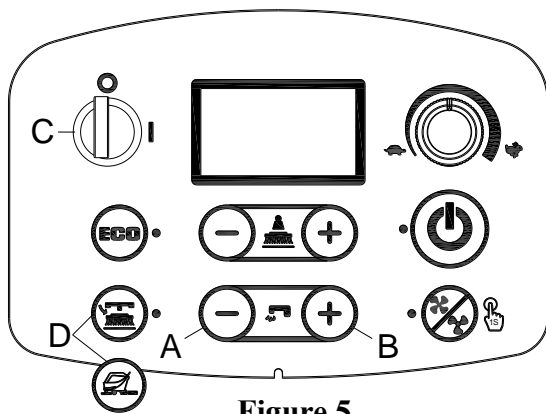
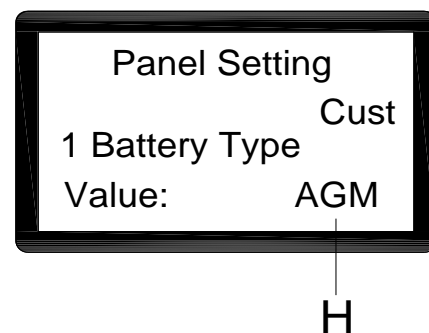

Figure 5
Figure 6
1. Presser le bouton de débit d'eau « + » (A, Figure 5) et « - » (B, Figure 5) en même temps.
2. Mettre la clé de contact (C, Figure 5) et la tourner sur « I ».
3. Après plusieurs secondes, entrer dans l'écran de sélection du mode de batterie (Figure 6)
4. Presser le bouton de débit d'eau « - » (A, Figure 5) et « + » (B, Figure 5) pour sélectionner le mode de batterie (H, Figure 6)
5. Appuyez sur le bouton de déblocage pour la version disque ou sur le bouton de préparation du sol pour la version orbitale (D, Figure 5), 3 secondes plus tard, « Mise à jour OK » s'affiche ce qui signifie que le réglage est réussi. Mettre le contact pour redémarrer. (C, Figure 5)